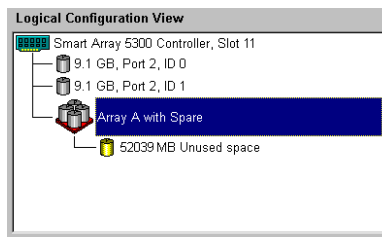

Figura 7-17: Schermata Logical Configuration View (Visualizzazione della configurazione logica) per l'array di esempio
La finestra **Logical Configuration View** (Visualizzazione della configurazione logica) è simile a quella della Figura 7-17.
1. Selezionare l'icona **Array A** o l'icona **Unused Space** (Spazio inutilizzato) in Array A della finestra **Logical Configuration View** (Visualizzazione della configurazione logica, Figura 7-17).